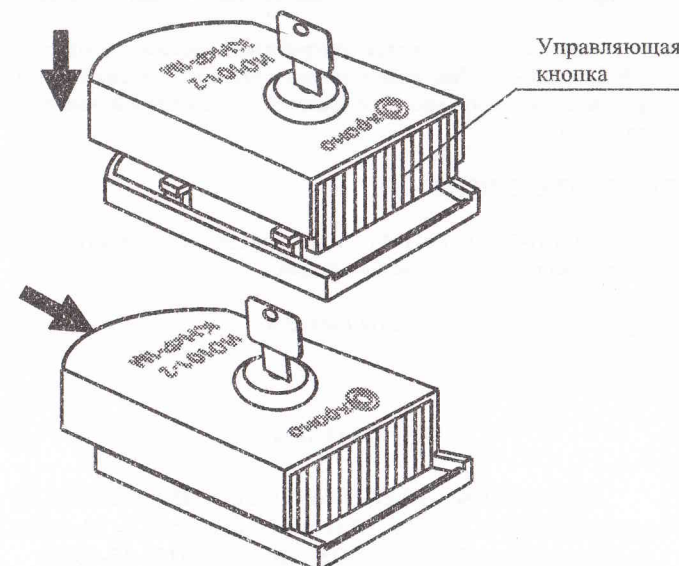

Рисунок 3
Далее вставить ключ в замок и повернуть его против часовой стрелки до упора. При этом управляющая кнопка должна установиться в положение, показанное на Рис.3. Повернуть ключ по часовой стрелки до упора и вынуть его из замка.
6.2.5 Установить крышку с управляющей кнопкой на основание в соответствии с Рис.3. При этом управляющая кнопка и ключ в замке должны находиться в положении, показанном на Рис.3, а движок исполнительного переключателя – в положении, показанном на Рис.1. Далее нажать на крышку до щелчка в направлении, показанном стрелкой. Повернуть ключ по часовой стрелки до упора и вынуть его из замка.